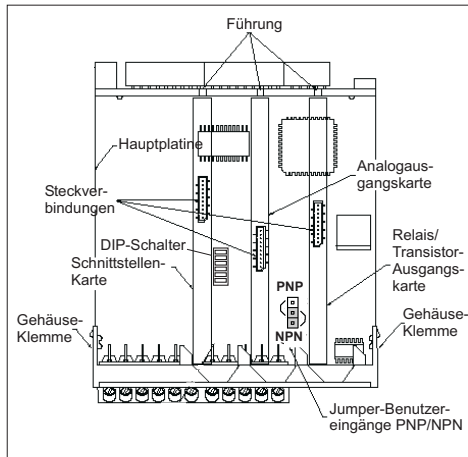

Bild 4.1: Ausgangskarten
Die Ausgangskarten haben feste Einbaupositionen. Die Steckverbinder der Karten sind so konstruiert, dass jede Karte nur auf eine bestimmte Position passt. Die Einbauposition der Karten ist in Bild 4.1 ersichtlich.
2. Stecken Sie die Ausgangskarte auf den entsprechenden Steckplatz (siehe Bild 4.1).